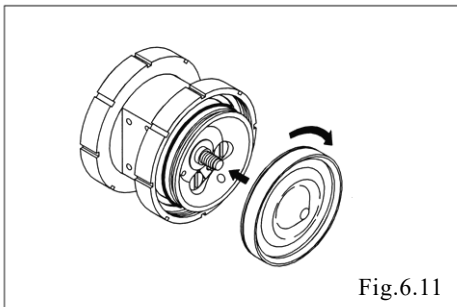

Fig.6.11
此时, O-形环要装至沟槽根部。(Fig.6.11)
- 转动隔膜, 将其安装至中央拉杆的螺纹部。(Fig.6.11)